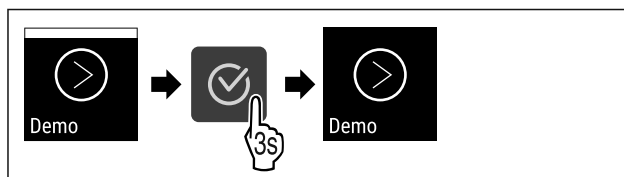

Fig. 117
- ▶ Stappen (zie Fig. 117) uitvoeren.